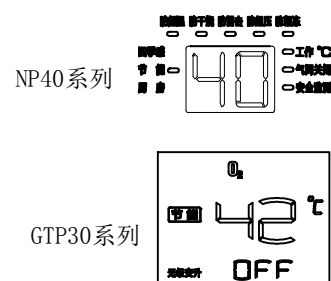

图9
2. 节能模式(如图9)：在节能模式下，微电脑通过计算后，自动调整燃气供给量，使得热水器工作时较其他模式更节省燃气耗量，既能节省燃气，且能保证出水温度的舒适性，满足用户的使用要求。节能模式下，用户可以自由设置选择所需的出水温度，用户按调大“^”或调小“v”键调节设置温度不会退出节能模式，此时需要用户在待机状态下重新按“@”功能键切换退出，或者用户在使用状态下按功能键“@”退出到普通模式。